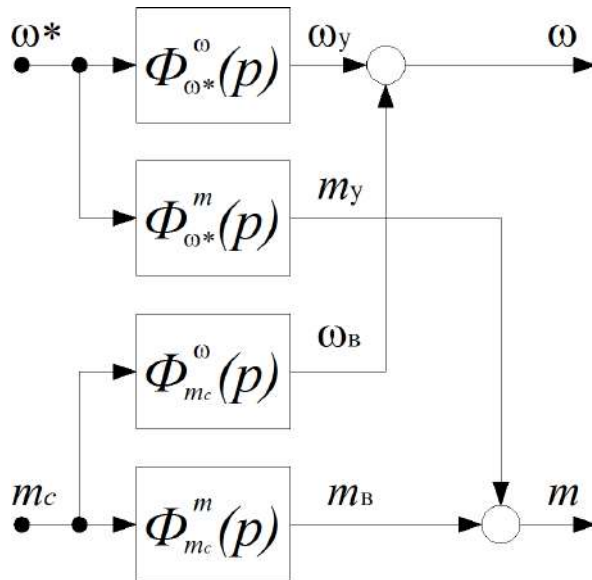

Рис. 2. Эквивалентная структурная схема модели САР скорости
1. Собрать структурную схему эквивалентной модели однократно интегрирующей САР скорости, которая показана на рис. 2. Параметры передаточных функций приведены в таблицах 1, 2.
1. При определении реакций двукратно интегрирующей системы регулирования скорости на внешние воздействия используется такая же структура, как и для однократной системы (см. рис. 2).